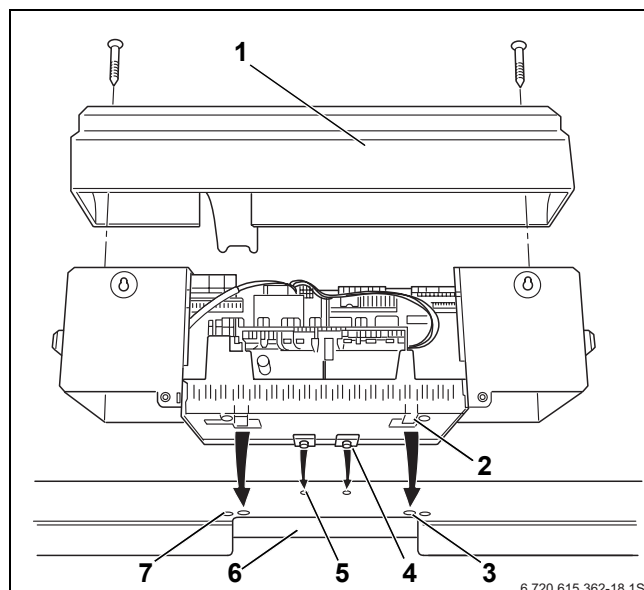

fig. 18 Instalar a unidade de regulação
Na fig. 18 estão representadas a unidade de regulação e a tampa de cobertura dianteira [1], vistas por trás.
- Voltar a colocar a tampa de cobertura (fig. 18, página 26) na unidade de regulação.
- Fixar a tampa de cobertura da unidade de regulação com os parafusos (fig. 18, página 26).